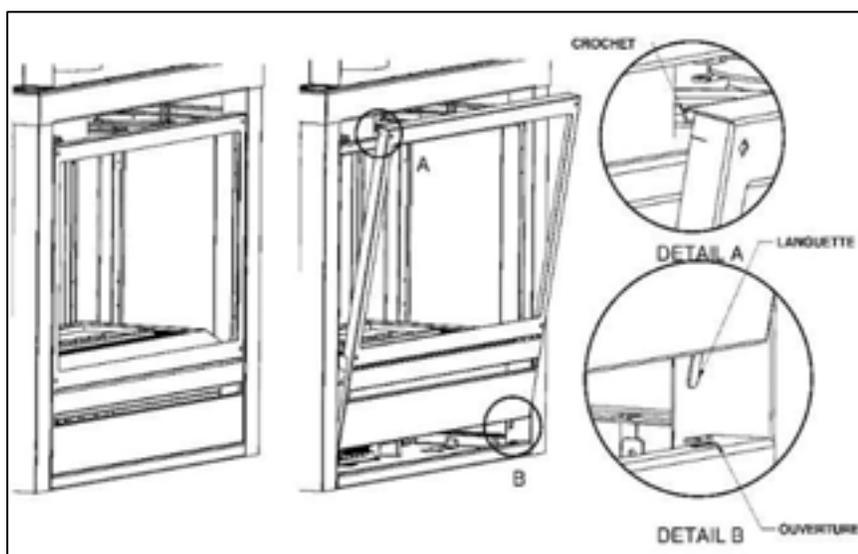

Figure 8.4.2
- Commencer par insérer les languettes du bas de la porte dans les fentes au bas de l'appareil, comme l'illustre le détail B de la figure 8.4.2
- Ramener le haut de la porte en la soulevant légèrement (sans faire sortir les languettes du bas) pour faire passer le crochet par-dessus le bâtis, comme l'illustre le détail A de la figure 8.4.2